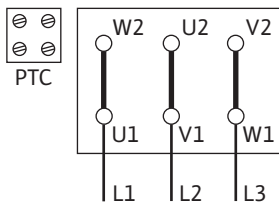
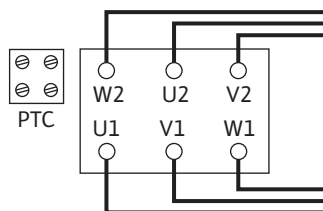

Fig. 10: Y-Δ-start
Fig. 11: Δ-kobling
- Nettilkoblingen er avhengig av motoreffekten P2, nettspenningen og innkoblingstypen. Den nødvendige koblingen til forbindelsesbroene i koblingsboksen finner du i den følgende tabellen samt Fig. 10 og Fig. 11.
Y-Δ-start (standard)	Fjerne forbindelsesbroene (Fig. 10).
Mykstart	Δ-kobling (Fig. 11)